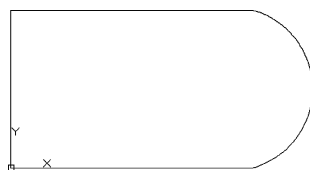

图 12-80 绘制圆弧
(4) 单击“默认”选项卡“修改”面板中的“修剪”按钮,将多余的线段剪去,修剪之后的结果如图 12-80 所示。